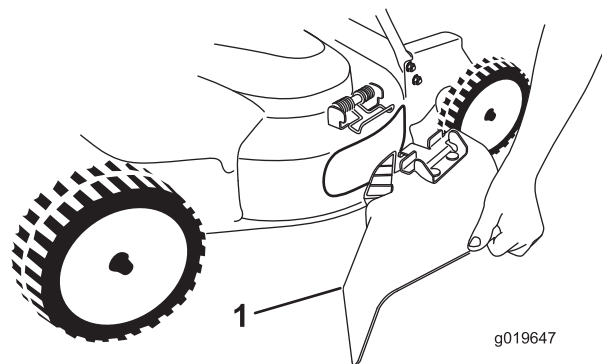

Figure 27
5. Pour monter l'éjecteur latéral (Figure 27), tirez sur le ressort, placez l'éjecteur sur l'ouverture et abaissez le ressort sur les pattes en haut de l'éjecteur.